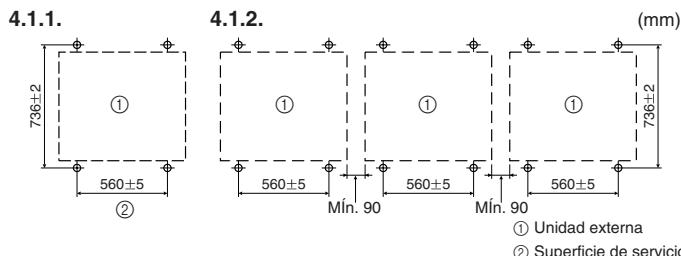

Fig. 4-1
4.1.1. Para instalar una única unidad externa (Fig. 4-1)